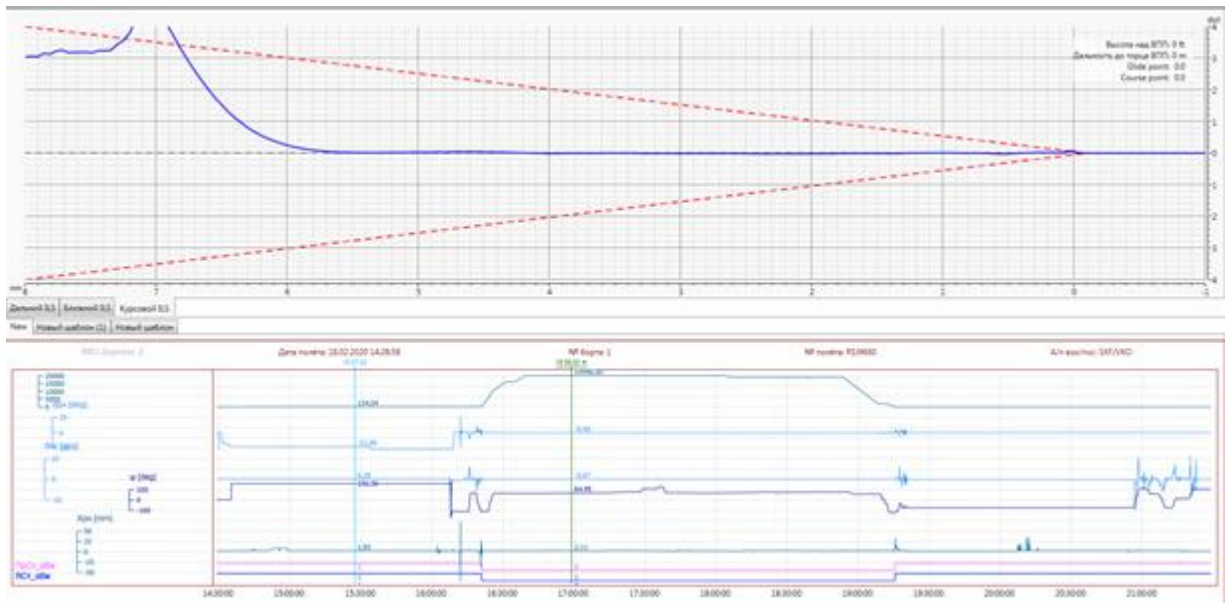

Рисунок 6.47 – Индикация захода на посадку. Курсовой ILS
- Курсовой ILS – показывает отклонение от курсового маяка (вид самолета сверху) при заходе на посадку (Рисунок 6.47).
На вкладке **Курсовой ILS** показано отклонение по курсу ВС (Рисунок 6.47).